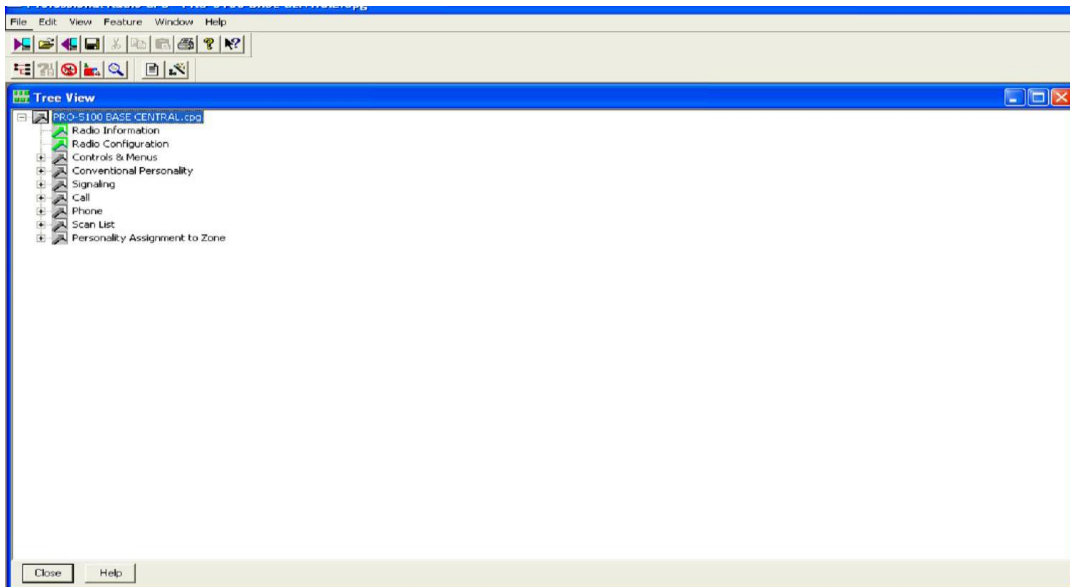

Figura 3.4 Desplegando el menú.
3. Una vez leído el equipo hacer clic en el signo + para desplegar el menú del equipo ver Figura 3.4.